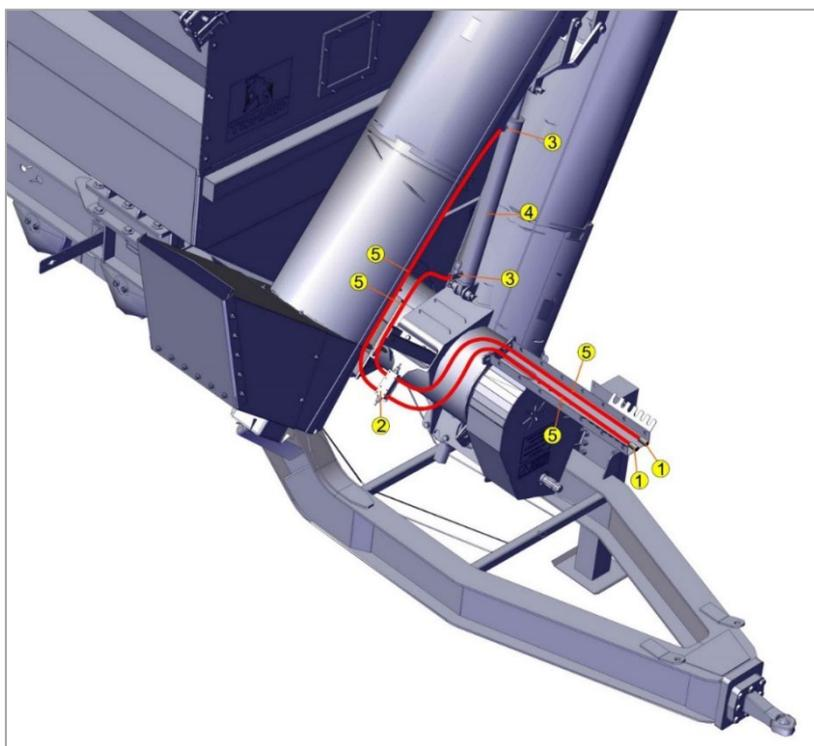

Рис. 3. Гидрооборудование бункера
4.3.1. Гидрооборудование бункера (Рис. 3) состоит из:
- гидравлического замка (2),
- гидроцилиндра (4) (раскладывание, складывание вертикального шнека),
- дроссельного клапана (3) (регулировка скорости срабатывания цилиндра вертикального шнека),
- гидроцилиндров (6) (блокировка первой и третьей поворотной оси),
- маслопроводов (5) (рукава высокого давления),
- запорных устройств (БРС) (1) (быстроразъемные муфты для подключения к гидросистеме трактора).